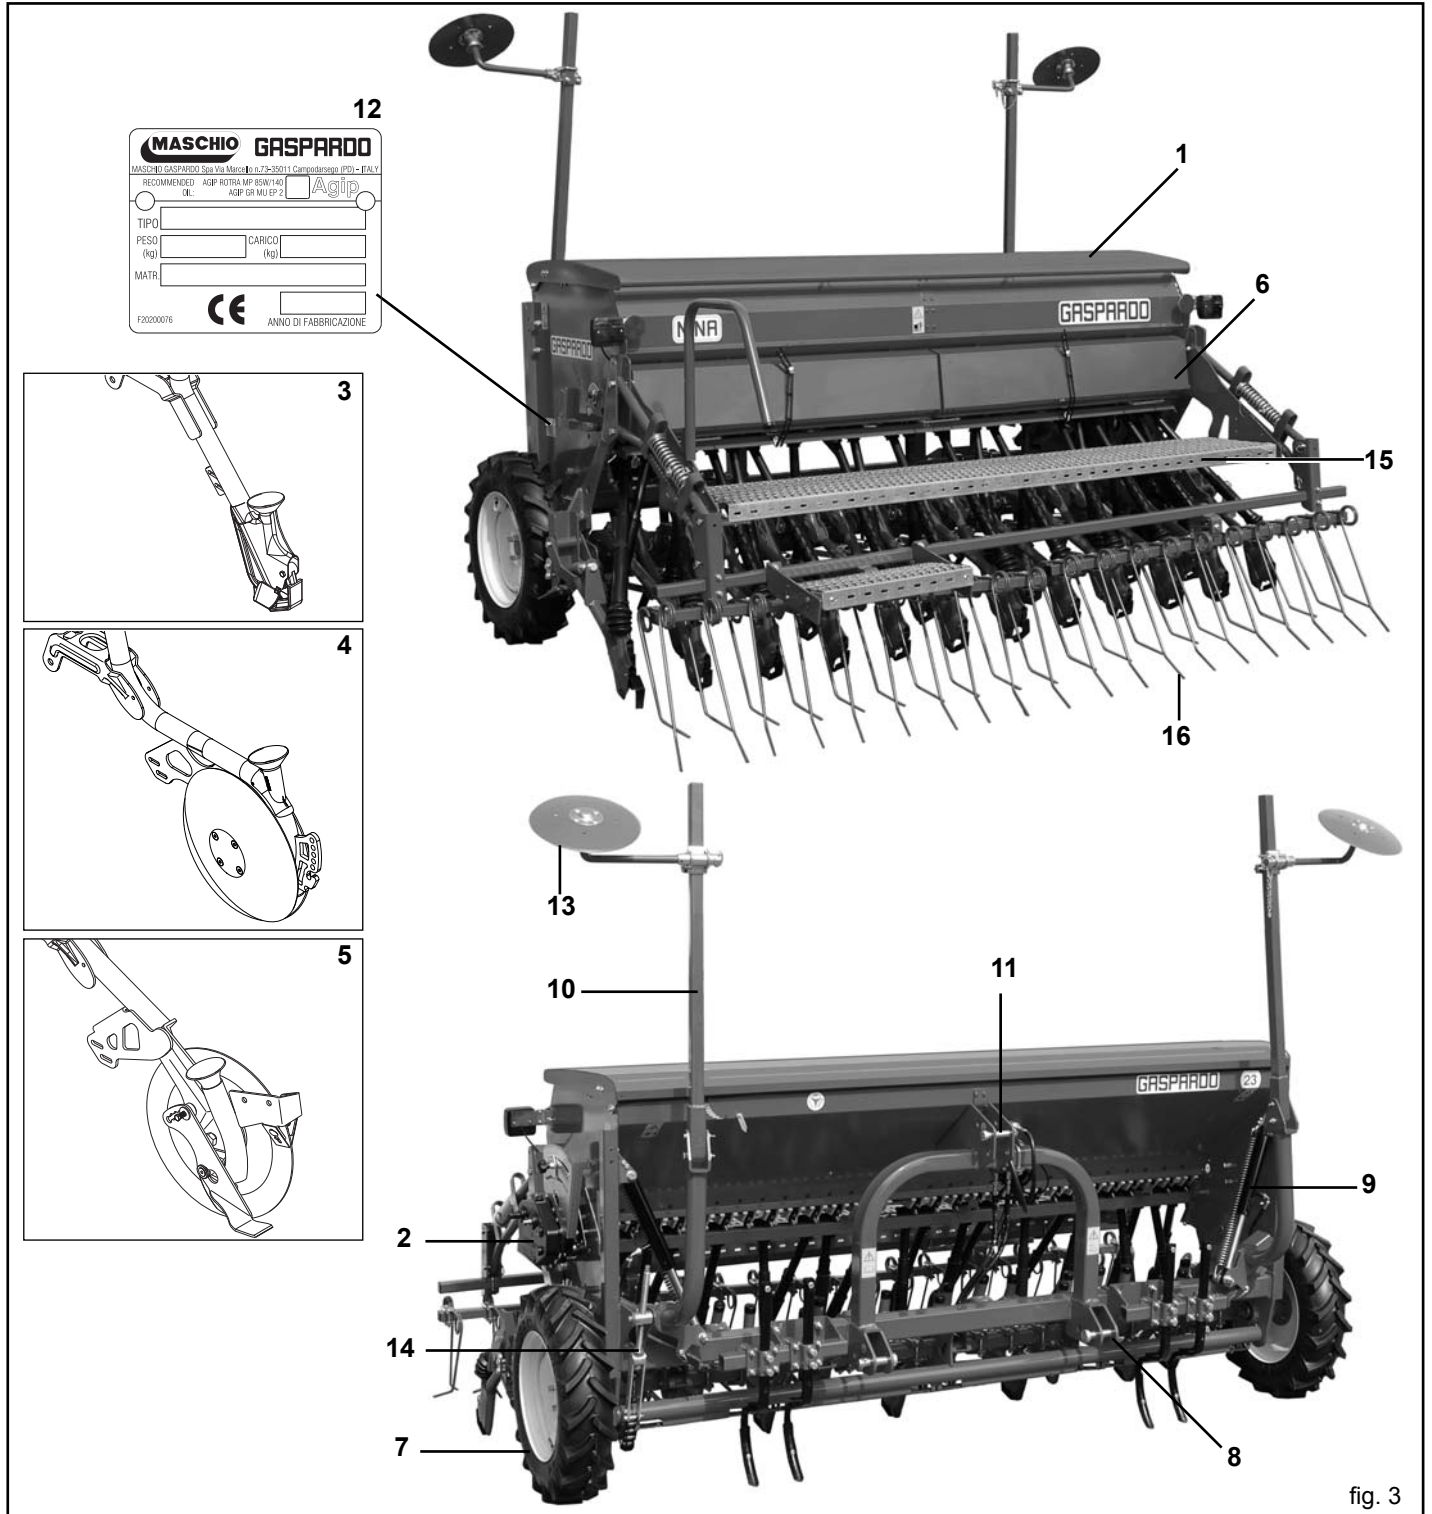

fig. 3
**1.6 DESSIN GLOBAL (Fig. 3)**